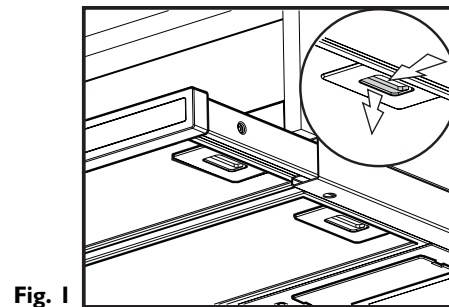

Fig. 1
1. Fije cada una de las guías **D** (**Fig. 1**) al panel lateral del armario con dos tornillos largos (la guía derecha **R** en el lado derecho, la guía izquierda **L** en el lado izquierdo), alineando la guía con el borde inferior. Introduzca la guía alineándola con el borde posterior del armario, teniendo en cuenta que el borde posterior de la guía corresponde a la parte posterior de la campana. Realice un orificio en el techo del mueble para que pase el tubo de descarga y el cable de alimentación eléctrica.
2. Para quitar el filtro antigrasa sucio, tire de la manilla primero hacia un lado y después hacia abajo (**Fig. 1**).
2. Quite el filtro antigrasa (**Fig. 1**).
5. Vuelva a montar los filtros antigrasa (**Fig. 1**).